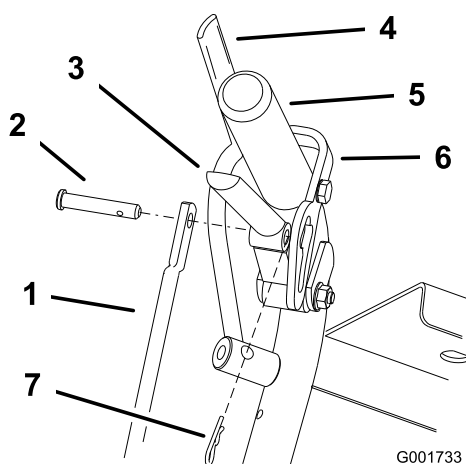
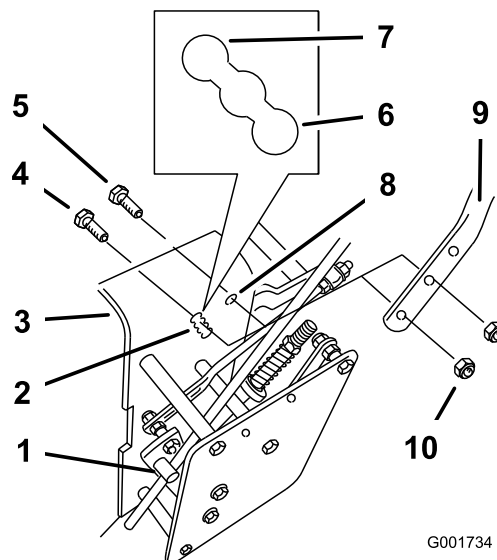

Bild 18
Bild 19
- Entfernen Sie die Splints und Lastösenbolzen von den Antriebshebeln und den Neutral-Arretierungen (Bild 18).
- Lösen Sie die oberen Bundschrauben (3/8 x 1-1/4 Zoll) und die Bundmutter, mit denen der Griff am hinteren Rahmen befestigt ist (Bild 19).
- Lösen Sie die unteren Bundschrauben (3/8 x 1 Zoll) und die Bundmutter, mit denen der Griff am hinteren Rahmen befestigt ist (Bild 19).
- Stellen Sie die Länge der Schaltstange ein, indem Sie die Schaltstange im Stangen-Anschlussstück drehen (Bild 18 und Bild 19).
- Stecken Sie den Splint zwischen den Antriebshebeln und Neutral-Arretierungen in den Lastösenbolzen (Bild 18).